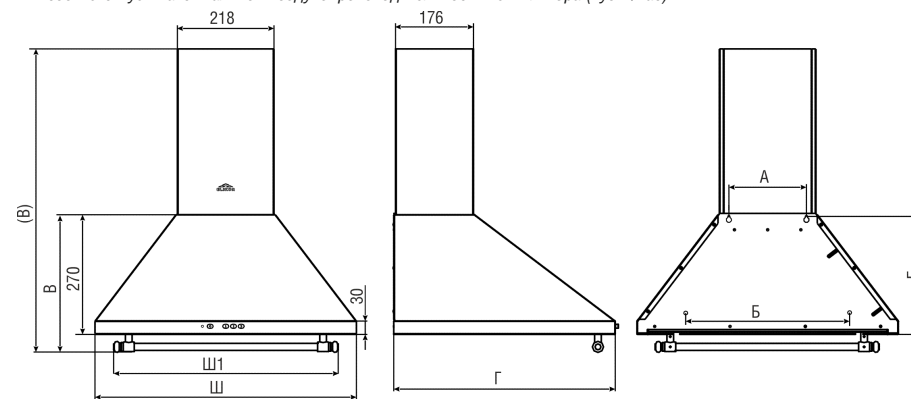

рис. 2
- 6.1 Установка кухонной вытяжки (рис.2.);